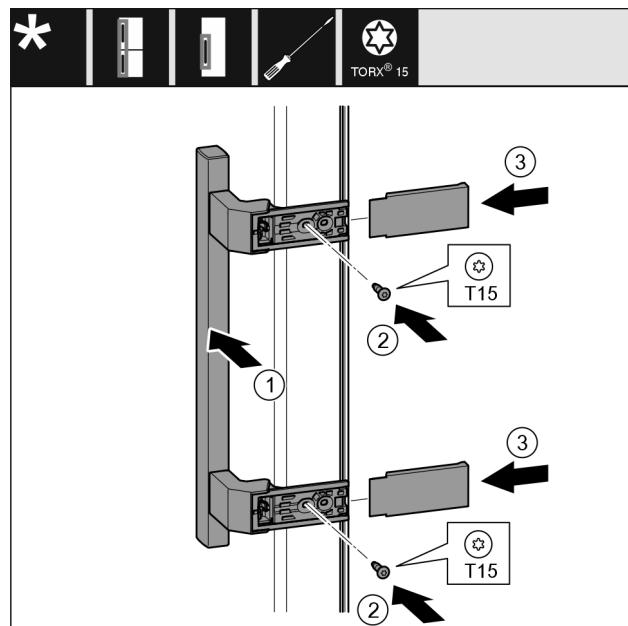

Fig. 19
- ▶ 将把手 Fig. 19 (1)放到反面。
- ▶ 将螺钉 Fig. 19 (2)用螺丝刀拧紧。
- ▶ 将盖板 Fig. 19 (3)放置到侧面并插入。